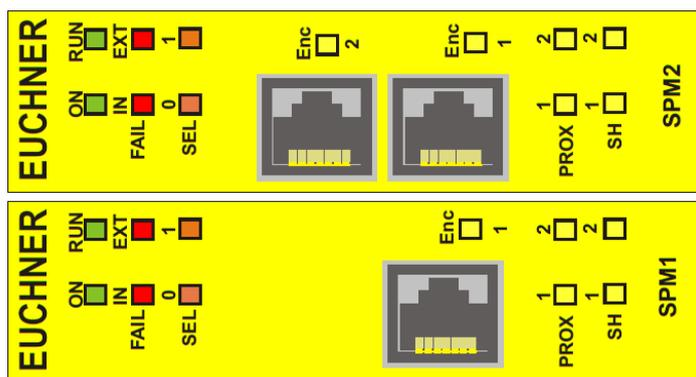

Fig. 43 : SPM1, SPM2
8.4.13. Modules SPM0, SPM1, SPM2 (Fig. 43)